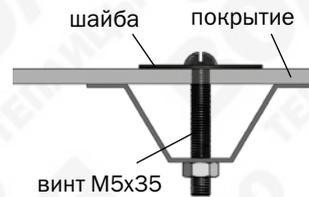
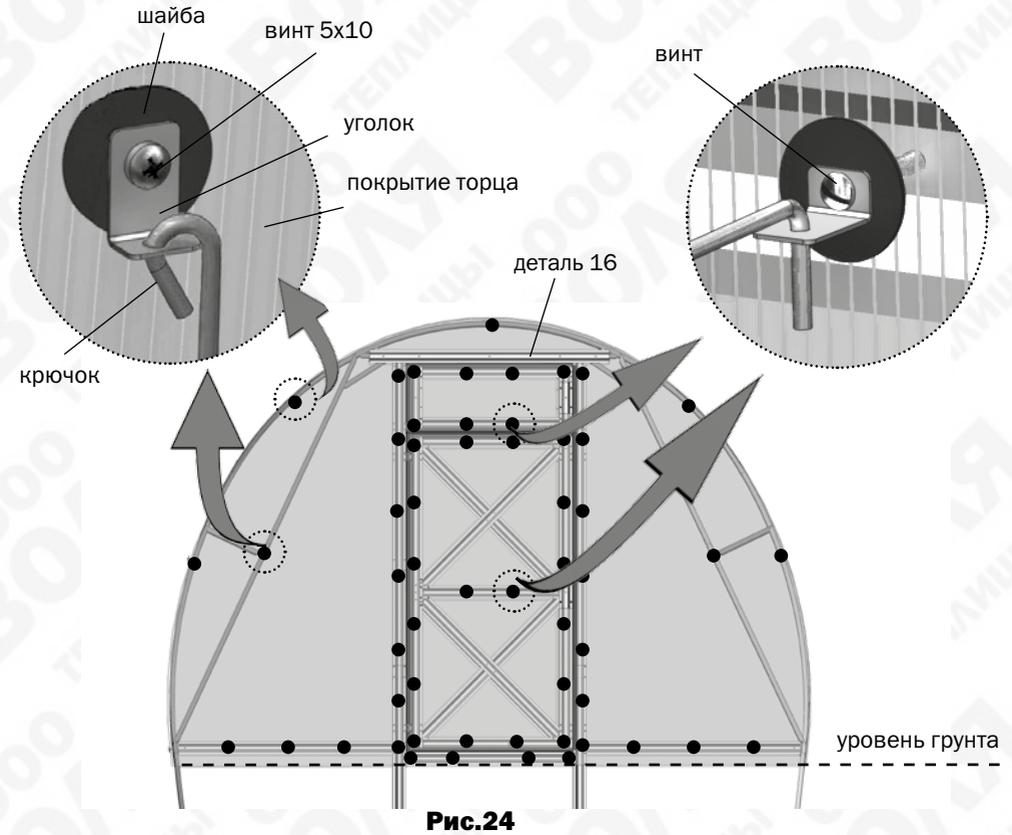

Рис.16
Рис.24
3. Установите боковины торца в соответствии с рис.24. Придерживая кусок покрытия, закрепите его винтами с шайбами по деталям **6к, 7, 8** (рис.16).
6. Установите накладку торцевую **16** на покрытие торца и закрепите ее на детали **5** через покрытие (рис.20 и рис.24). Под деталью **16** находится стык кусков покрытия торца.
8. Шайбы и крючки на торце устанавливаются в соответствии с рис.24.